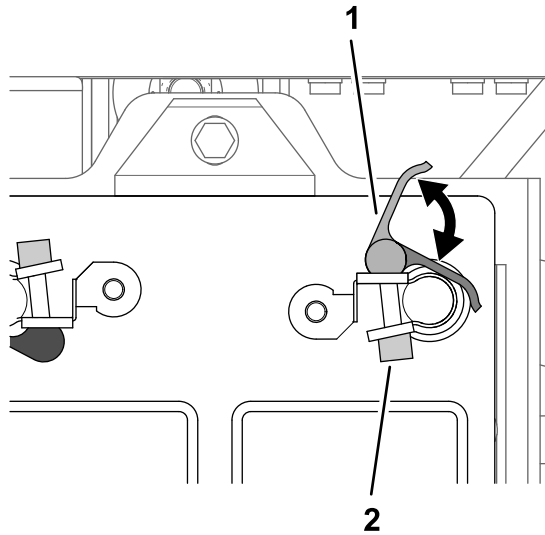

Bild 210
- Öffnen Sie den Verriegelungshebel der Schnellanschlussklemme mit dem schwarzen Hebel (Bild 210).
- Schließen Sie den Verriegelungshebel der Schnellanschlussklemme (Bild 210).